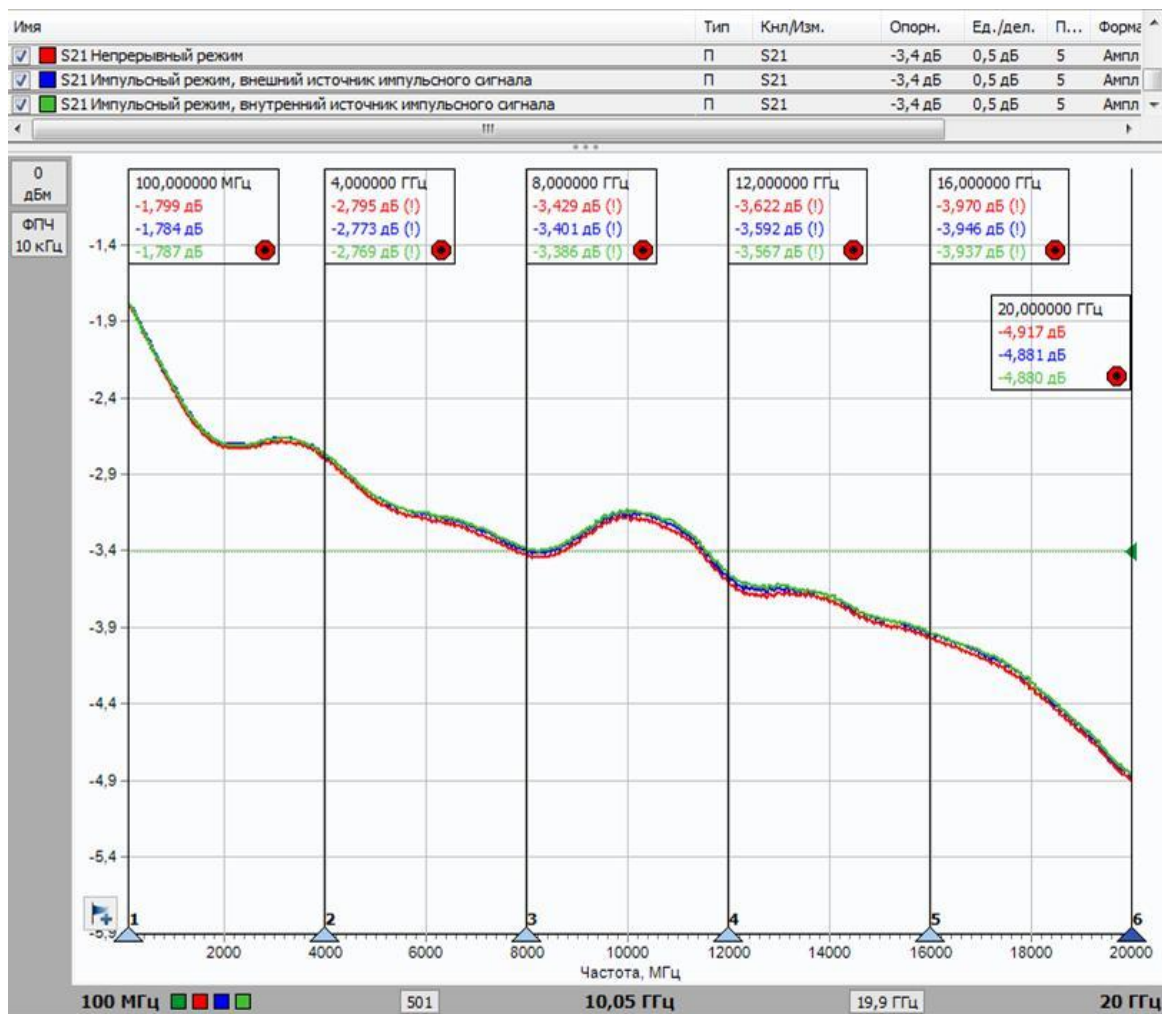

Рисунок 21. Результаты измерения S-параметров в «Импульсном» и «Непрерывном» режиме.
16. Результаты измерения устройства в непрерывном, импульсном режиме с использованием внутреннего и внешнего источника импульсного сигнала совпадают, что свидетельствует о корректности измерений, рис. 21.